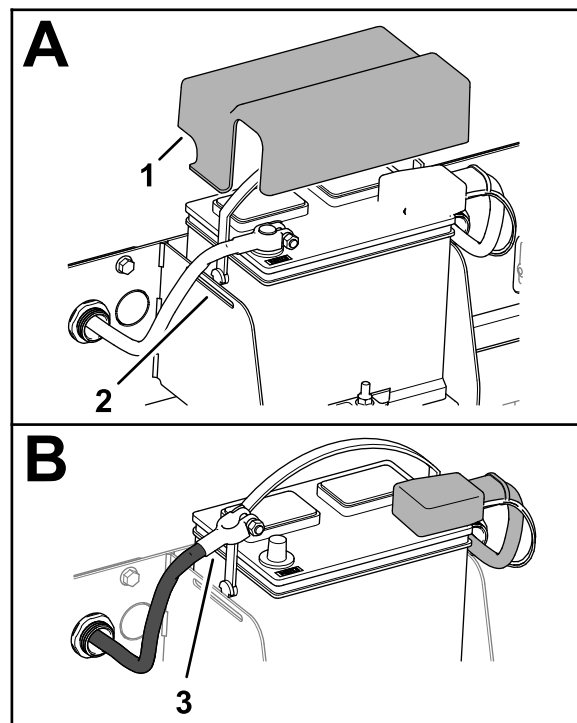

Figura 3
1. Esercitate pressione sulle alette del coperchio della batteria per rilasciare il coperchio dalle asole del vassoio della batteria e rimuovete il coperchio (Figura 3).
2. Rimuovete il morsetto del cavo negativo della batteria dal polo negativo della batteria (Figura 3).